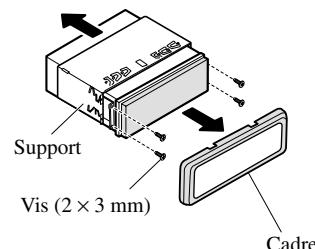

Fig. 14
• Retirez le cadre et le support. (Fig. 14)